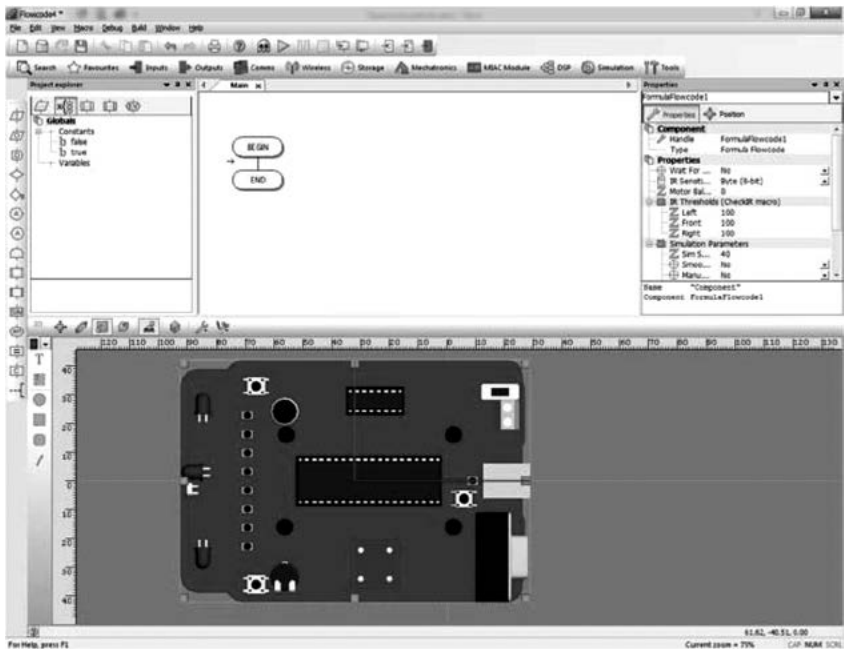

Рис. 149. Плата Flowcode Buggy
2. Модель машинки відобразиться на *Dashboard Panel* (рис. 149).